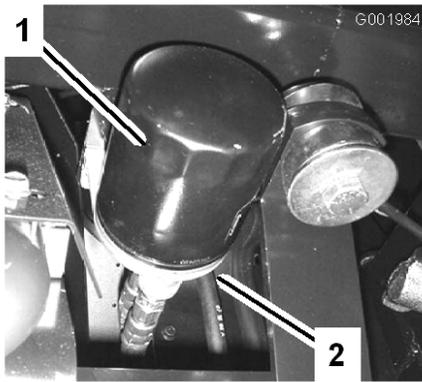

Figura 50
2. Retire o filtro do óleo (Figura 50).
5. Coloque o filtro de substituição no adaptador do filtro. Rode o filtro de óleo hidráulico no sentido dos ponteiros do relógio até que a junta de borracha toque no adaptador do filtro e, em seguida, aperte o filtro mais 1/2 volta (Figura 50).